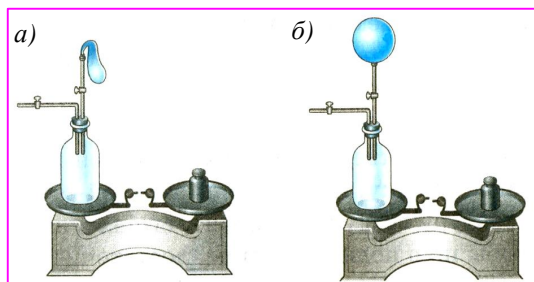

Рис. 94.3. а) в бутылке сжатый воздух; б) воздух из бутылки наполнил шарик, равновесие весов нарушилось. Почему?
1. На весах уравновешена бутылка, внутри которой находится сжатый воздух. Через пробку бутылки пропущена стеклянная трубка с краном, к наружному концу которой привязана оболочка резинового шара (рис. 94.3, а). Если часть воздуха из бутылки перейдет в
оболочку и раздует ее (рис. 94.3, б), то равновесие весов нарушится. Объясните наблюдаемое явление.